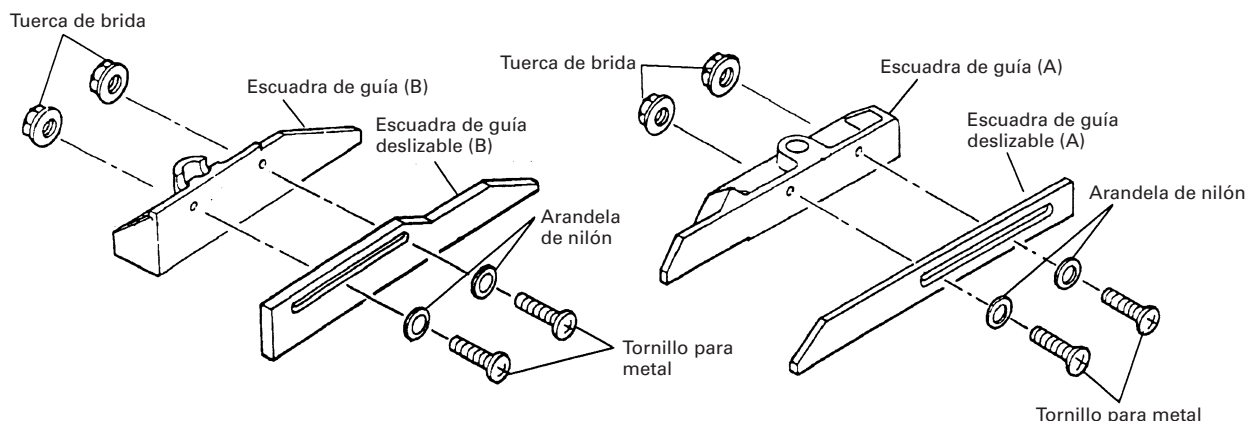

Fig. 20
- (1) Coloque las escuadras de guía deslizables (A) y (B) y las escuadras de guía (A) y (B) de la base.
- (2) Para la instalación, utilice los cuatro tornillos para metal con arandelas de nilón y las tuercas de brida como se muestra en la Fig. 20.
- (3) Ajuste las escuadras de guía deslizables (A) y (B) para estabilizar la pieza de trabajo. El margen de ajuste de las escuadras de guía deslizables (A) y (B) es de 0 a 77 mm (0 a 3-1/32").
- (4) Confirme la posición de las escuadras de guía deslizables (A) y (B) sobre las escuadras de guía (A) y (B) con los cuatro tornillos para metal firmemente apretados de forma que no se muevan las escuadras de guía (A) y (B) (consulte la Fig. 20).